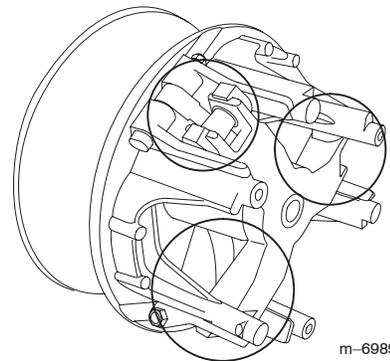

Figure 56
5. Lubrifiez les pièces mobiles aux endroits indiqués par des cercles sur la Figure 56 avec du lubrifiant sec Toro en aérosol, disponible auprès des concessionnaires ou distributeurs Toro agréés.